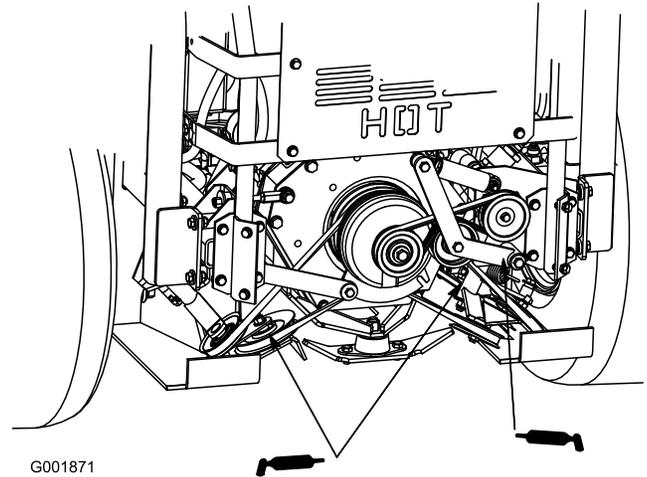

Figure 40
1. Graissez le bras de la poulie de tension de la courroie du ventilateur de refroidissement (Figure 40).
2. Graissez le bras de la poulie de tension de la courroie d'entraînement (Figure 40).